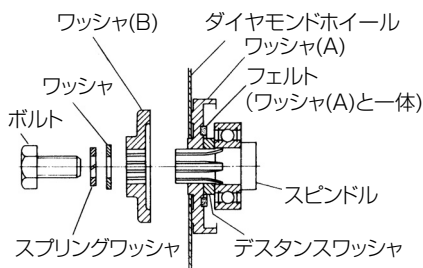

図 8
- (1) スピンドルやワッシャに付着した切りくずをよくふき取ります。
- (2) ワッシャ (A) およびワッシャ (B) でダイヤモンドホイールをはさみ、付属のスパナでボルトを十分に締付けてください。(図 8)
1. 切る材料の上に本体（ベース）をのせ、ケガキ線とダイヤモンドホイールは、ベースの側面とギヤカバーの目安線で合わせます。（図 8）